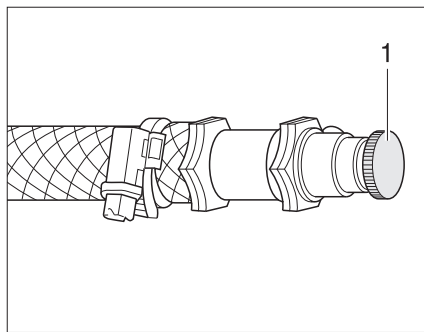

Fig. 155 Soupape de purge pour le chauffage à eau chaude
- Ouvrir la soupape de purge (Fig. 155,1) et la laisser ouverte, jusqu'à ce l'air soit complètement évacué du circuit.